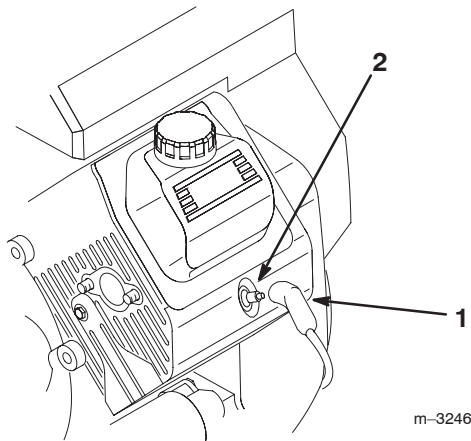

Bild 57
3. Ziehen Sie die Kerzenstecker ab (Bild 57).
3. Stecken Sie die Zündkerzenstecker wieder auf die Zündkerzen auf (Bild 57).